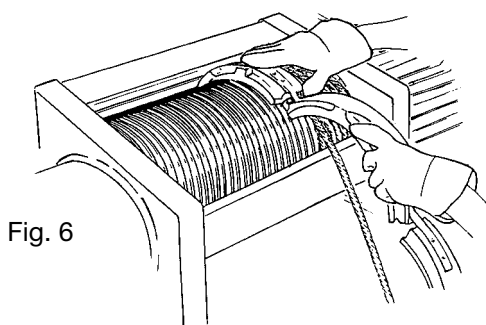

Fig. 6
**Montaje de la anilla de guía de cable:** introducir la anilla de guía de cable (Fig. 6) colocándolo en las ranuras del tambor.